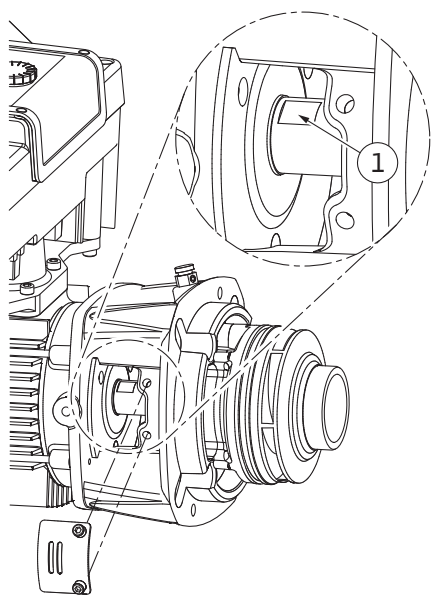

Fig. 110: Planos de llave en el eje
14. Introduzca una llave de boca fija (ancho de boca de 22 mm) en la ventanilla de la linterna y sujete el eje por los planos de llave (Fig. 110, Pos. 1). Desenrosque la tuerca del rodete (Fig. I, Pos. 22). El rodete (Fig. I, Pos. 21) se retira automáticamente del eje.
- Introduzca una llave de boca fija (ancho de boca de 22 mm) en la ventanilla de la linterna y sujete el eje por los planos de llave (Fig. 110, Pos. 1).
- Introduzca una llave de boca fija (ancho de boca de 32 mm) en la ventanilla de la linterna (Fig. IV, Pos. 38) y sujete el eje por los planos de llave (Fig. 110, Pos. 1). Monte el rodete con la/s arandela/s y la tuerca. Apriete la tuerca. Evite que el cierre mecánico resulte dañado debido a la inclinación.